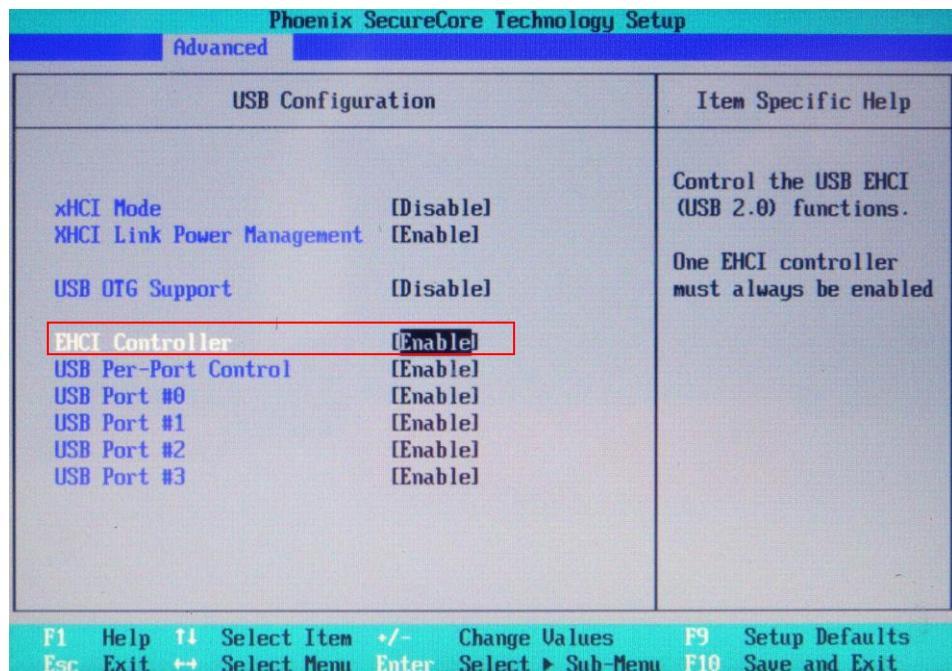

図 6-1-1-4. BIOS 設定 Advanced メニュー USB Configuration
- ⑩ [Boot]メニューを選択します。(図 6-1-1-5)
- ⑪ [USB CD] (接続したUSB-DVD ドライブ)を[ATA HDD0] (m-SATA メインストレージ)よりも上に設定します。